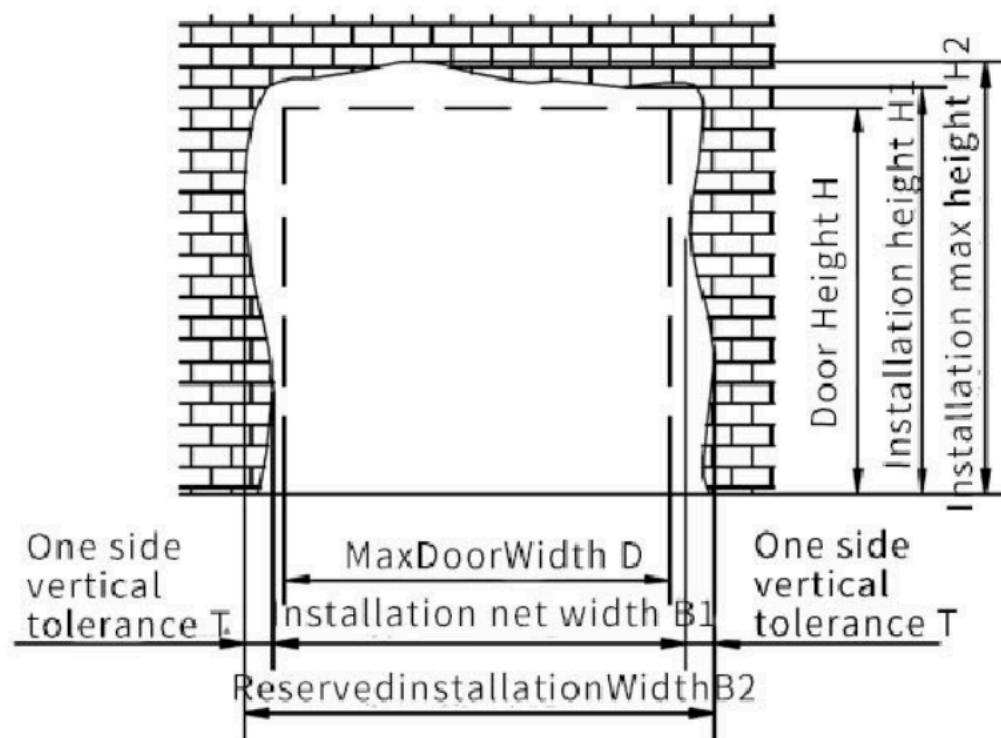

Рис. 1-1
2. Размер дверного проема: см. рис. 1-1. Допуск по ширине - от +5 до +15 мм, допуск по высоте - от +5 до +10 мм, отклонение по вертикали с одной стороны - 0-5 мм.